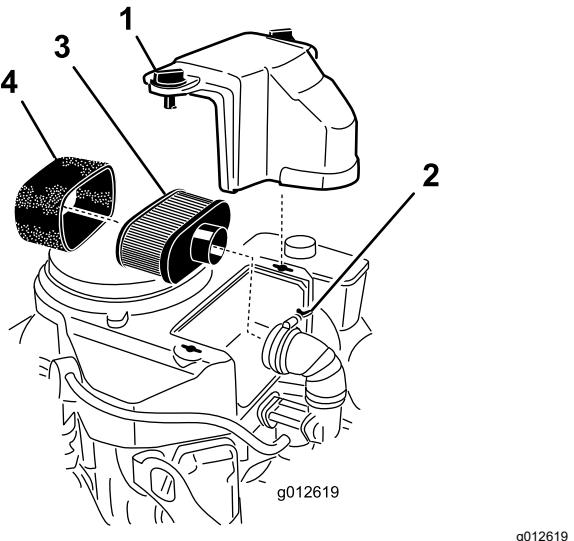

Figura 38
- Limpie alrededor del limpiador de aire de forma que la suciedad no penetre en el motor y cause daños (Figura 38).
- Afloje los pomos de la tapa y retire la tapa del limpiador de aire (Figura 38).
- Afloje la abrazadera y retire el conjunto del limpiador de aire (Figura 38).
- Retire cuidadosamente el filtro de gomaespuma del filtro de papel (Figura 38).
- Deslice cuidadosamente el elemento de espuma sobre el elemento de papel (Figura 38).
- Coloque el conjunto del limpiador de aire sobre la base o la manguera y sujetelo (Figura 38).
- Coloque en su posición la cubierta del limpiador de aire y apriete los pomos de la cubierta (Figura 38).
- Limpie el elemento de papel golpeándolo suavemente para eliminar el polvo. Si está muy sucio, cambie el elemento de papel (Figura 38).